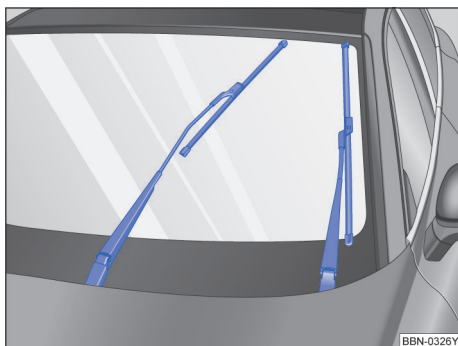

图 154 车窗玻璃刮水器在维护位置
在维护位置上可以将车窗玻璃刮水器摆臂从车窗玻璃上掀起→图 154。为了将车窗玻璃刮水器置于维护位置，要进行以下操作：
- 将风窗玻璃刮水器拨杆向下拨至点动刮水位置。使刮水器处于维护位置→图 154。